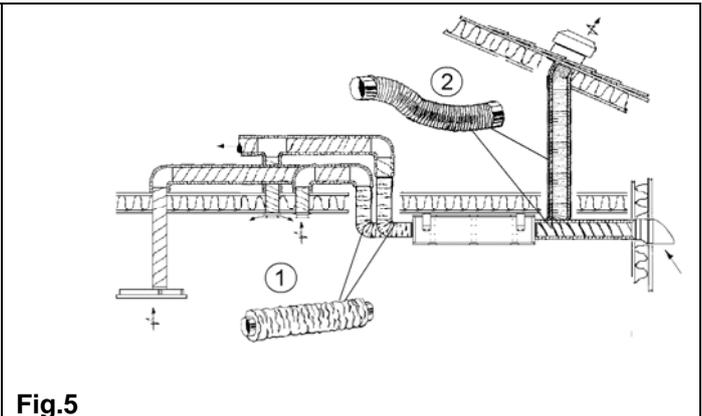

Fig.5
För att undvika fläktljud till rummen används ljuddämpare (pos.1, **fig.5**) på aggregatets till- och frånluftstosar (längd = ca 1,0 m per styck).
Flexibla kanaler (pos.2, **fig.5**) kan användas vid övergången mellan kanalsystemet och takhuv/uteluftsingtag. Alternativt kan flexibla ljutfällor användas vid korta kanaldragnings till det fria. Krav är dock att inte ljudet bör bli högre utomhus.